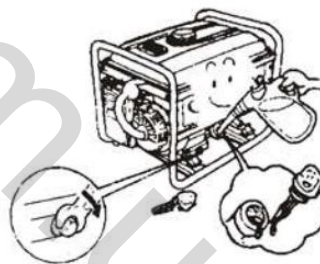

Рис. 41
8.1.3 Закрутіть зливну пробку (Рис. 41).